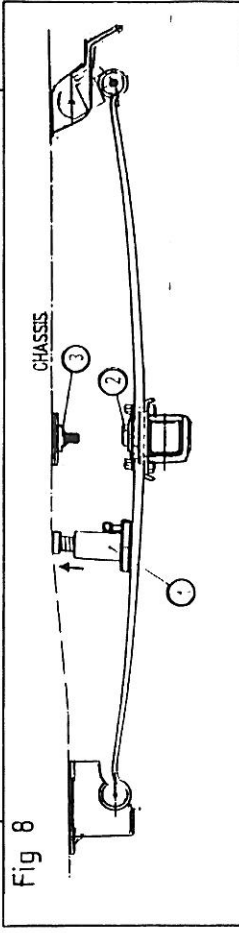

Fig 8
- a/ Ecarter les lames du châssis à l'aide d'un cric (rep 1) (Fig 8).